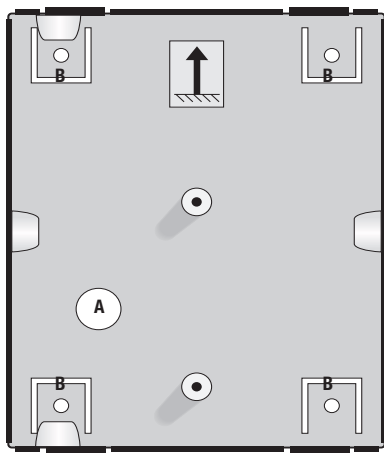

fig.1: armoire d'encastrement 10-200-04 avec indication au dessus
Passez le câble de liaison à travers l'ouverture prévue à cet effet (A) dans l'armoire d'encastrement. A l'aide de vis (B), positionnez l'armoire d'encastrement à l'endroit désiré dans le mur, à la hauteur qui correspond à l'application (tableau 1). Assurez-vous que le bon côté de l'armoire d'encastrement soit orienté vers le haut (fig.1), de sorte que les deux trous de montage dans le poste extérieur se trouvent juste en face des raccords vissés dans l'armoire d'encastrement.